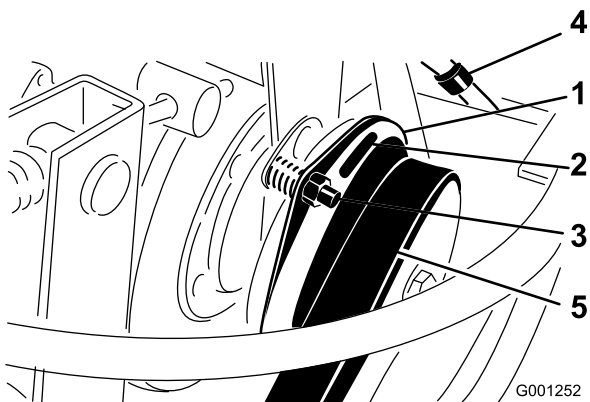

Figura 66
3. Ajuste el entrehierro hasta que pueda deslizarse una galga de 0,381 mm entre la guarnición del embrague y la placa de fricción con una ligera presión (Figura 66). El entrehierro puede reducirse girando la tuerca de ajuste en el sentido de las agujas del reloj (Figura 66). El entrehierro máximo es de 0,762 mm. Ajuste las tres distancias entre los electrodos.